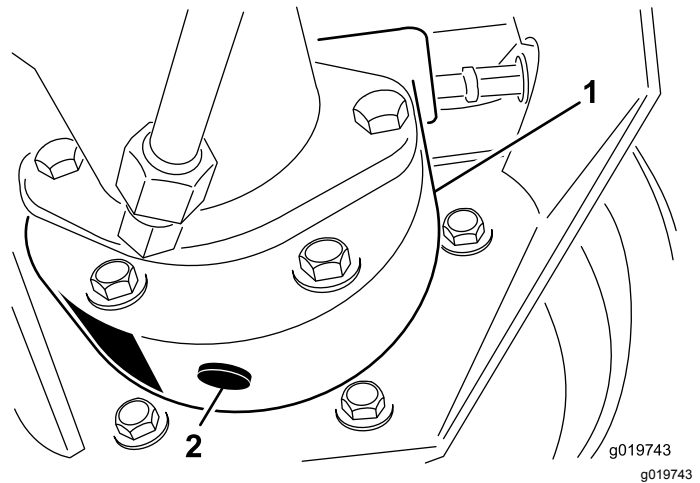

Bild 67
3. Stellen Sie eine Auffangwanne unter das Bremsgehäuse, entfernen Sie die Ablassschraube und lassen das Öl ablaufen (**Bild 67**).